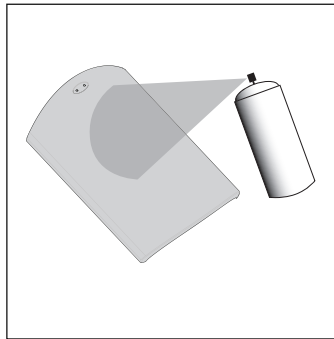

ABBILDUNG 9: Lackieren Sie den Lautsprechergrill. Sprühen Sie dünne Lackschichten auf. Verstopfen Sie dabei nicht die Löcher des Grills mit Lack.
2. Sprühen Sie zwei dünne Lackschichten auf [Abbildung 9]. Wenn Sie einen Kompressor und eine Spritzpistole verwenden, sollten Sie die feinste Einstellung mit der größten Verteilung wählen. Passen Sie auf, dass Sie die Löcher im Lautsprechergrill nicht zulackieren.